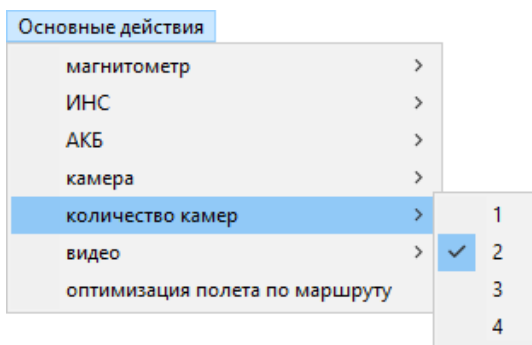

Рисунок 9 – Дополнительное окно «Количество камер»
5.1.5. При выборе пункта «Количество камер» открывается дополнительное окно (Рисунок 9), позволяющее выбрать количество камер, установленных на БВС.